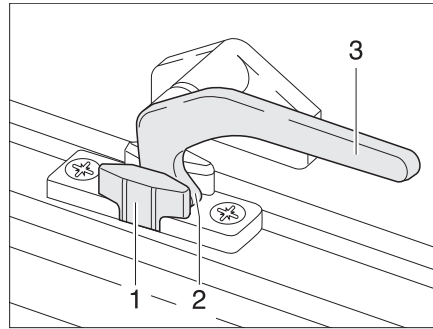

Fig. 12 Leva di serraggio in posizione "Aerazione continua"
- In posizione di "Aerazione continua" (Fig. 12)
- Ruotare la leva di serraggio (Fig. 12,3) di un quarto di giro verso il centro della finestra.
- Girare nuovamente all'indietro la leva di serraggio. Riportare contemporaneamente il nasello di chiusura (Fig. 12,2) nella rientranza della chiusura della finestra (Fig. 12,1).